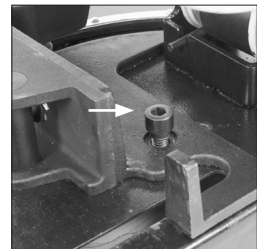

Fig. 6b
- Afloje el tornillo de cabeza hueca derecho (usando la llave hexagonal suministrada). **(Fig. 6b)**